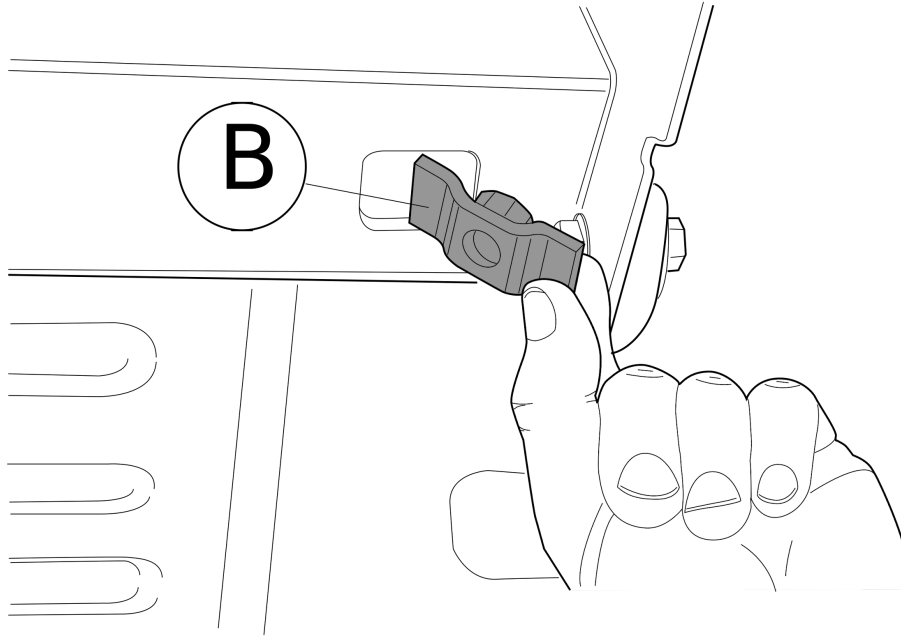

Fig. 2
5. Поместить упорные пластины В, как указано на рис. 2.